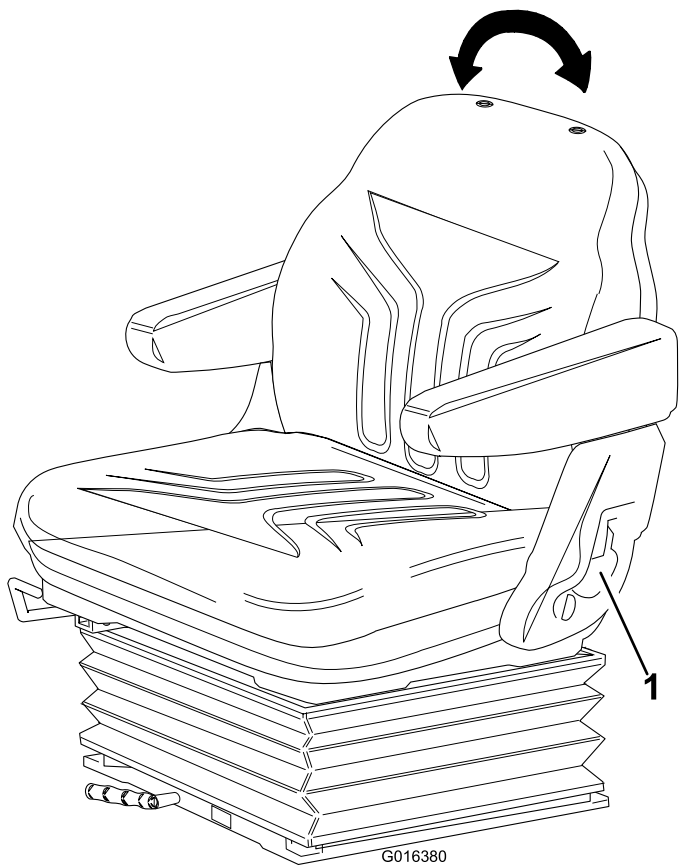

Bild 14
- **Rückenlehneneinstellung:** Ziehen Sie den Griff nach außen, um den Winkel der Rückenlehne anzupassen. Lassen Sie den Griff los, damit die Rückenlehne in der gewünschten Stellung einrastet (Bild 14).